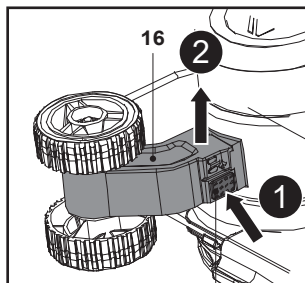

Fig. 3
2. Pressione o botão de libertação (16a) e remova a roda de aparar (16) do suporte do aparador (14a) (Fig. 3).